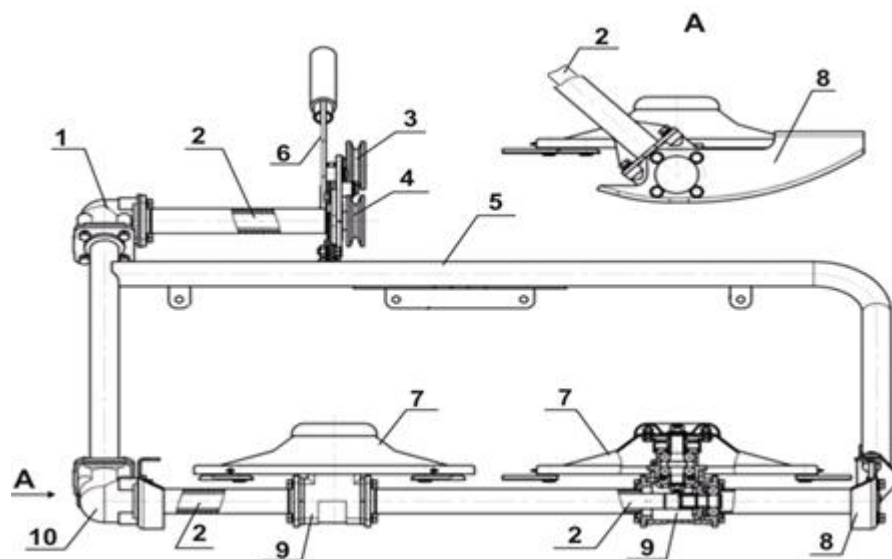
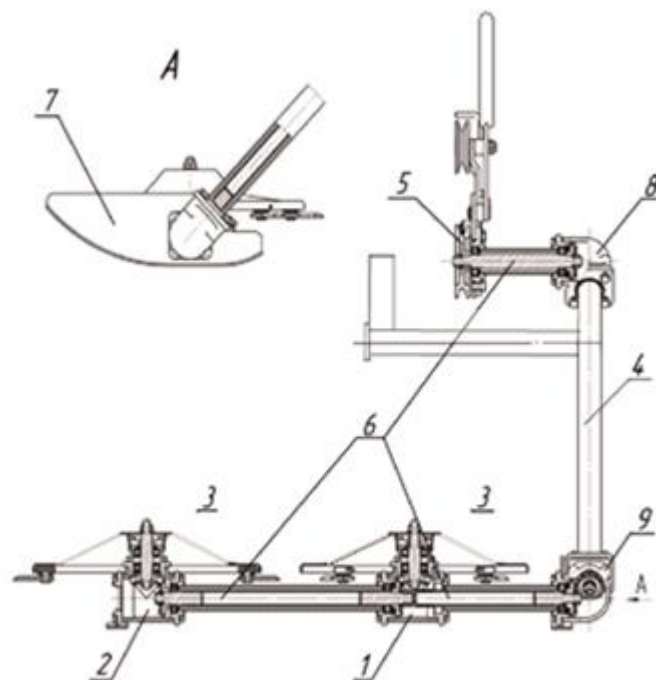

Рис. 1. Косилка роторная навесная КРН 1. Общий вид.
Рис. 2 Косилка роторная навесная КРН 1М. Общий вид.
Передача крутящего момента от приводного шкива 4 (Рис. 1) к режущим роторам осуществляется с помощью шлицевых торсионных валов 2 (Рис.1) и редукторов с коническими шестернями.
Для работы с мотоблоком навесная роторная косилка комплектуется натяжным устройством 6 (Рис.1), которое монтируется на косилке. Натяжение ремня обеспечивается рядом отверстий в кронштейне навесной роторной косилки и на консоли мотоблока.
При перемещении рычага 6 (Рис. 1) в верхнее рабочее положение, натяжной ролик 3 (Рис.1) натягивает ремень, включая в работу трансмиссию навесной роторной косилки. При перемещении рычага в нижнее положение – ослабляется натяжение ремня, и навесная роторная косилка отключается.
Косилка роторная навесная поставляется в разобранном состоянии, редукторы заправлены смазкой. Необходимо удалить внешнюю консервацию и провести сборку косилки согласно Рис. 1 или Рис. 2.
- Для заполнения верхнего углового редуктора 8 (Рис.2) необходимо отвернуть четыре болта крепления редуктора к раме 4, затем снять редуктор 8 вместе с приводом от шкива 5. В полость редуктора добавить 50 см³ солидола ГОСТ 4366-76 или Литола – 24. Сборку редуктора произвести в обратном порядке.
- Для заполнения нижнего углового редуктора 10 (Рис.1) необходимо отвернуть четыре болта крепления редуктора к раме 5 и два болта крепления редуктора привода второго режущего диска к раме 5, затем снять нижний угловой редуктор вместе с редукторами 9. В полость редукторов 10 добавить 50 см³ солидола ГОСТ 4366-76 или Литола – 24. Сборку произвести в обратном порядке.